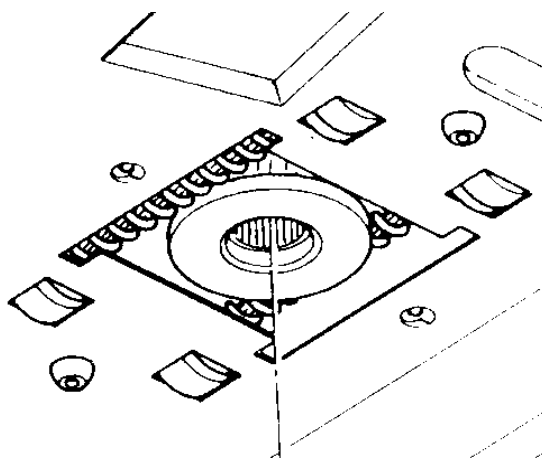

Рисунок 9
12. Установите новый редуктор. Обязательно отцентрируйте его посередине между стенками отверстия в скобе двигателя. Обратите внимание, что в середине зубчатого колеса есть выступы (зубцы). Выступы не заходят полностью на одну сторону внутреннего колеса редуктора. Это нижняя сторона для установки (рисунок 9).